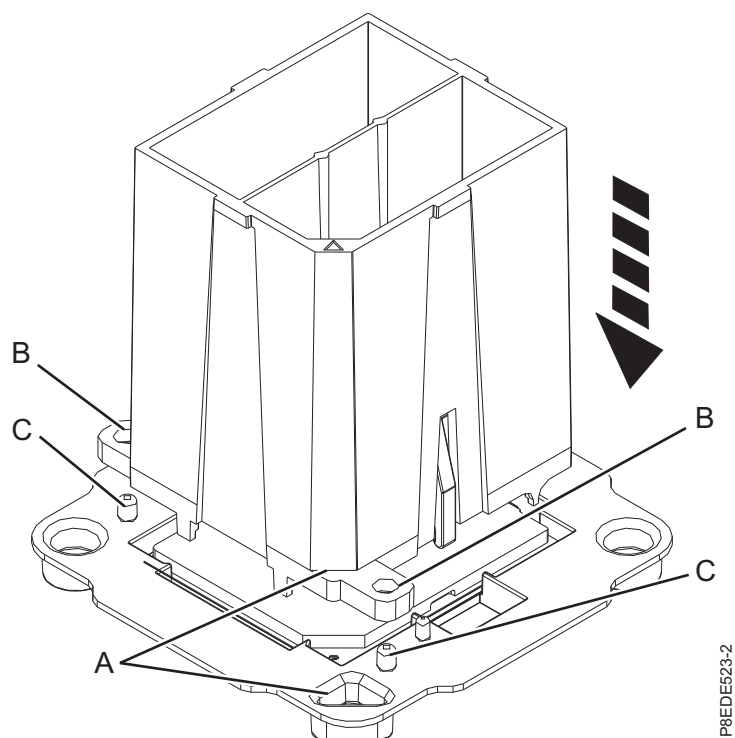
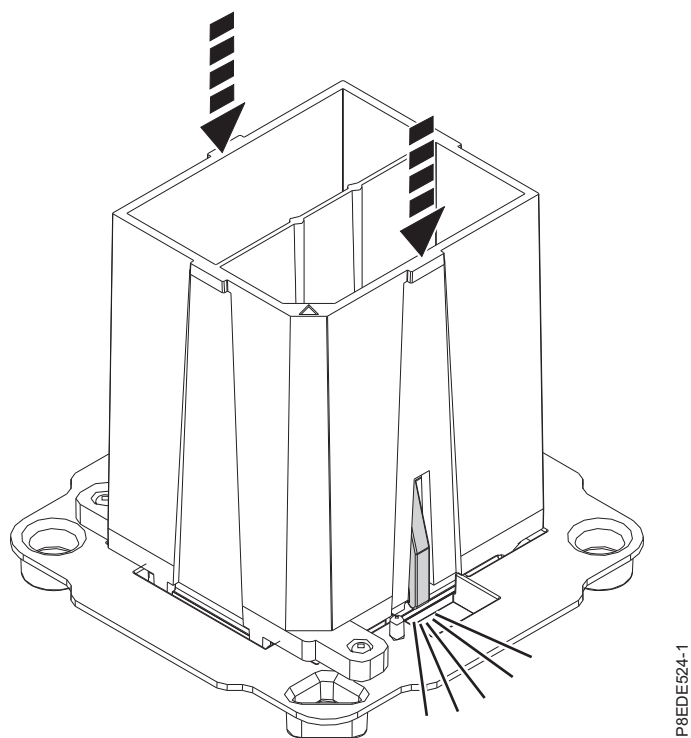

図 95. 取り外しツールの位置合わせ
図 96. システム・プロセッサ・モジュールをツールにロック
- a. 交換用プロセッサ・モジュールを配送用トレイから取り外します。提供されている取り外しツール (部品番号 01AF101) を使用して、ツールの斜めになっている隅 (A) を、斜めになっている隅に位置合わせします (89 ページの図 95 を参照)。
- b. 2 つのガイド・ピン (C) がツールの両側にある位置合わせ穴 (B) に差し込まれることを確認して、ツールをシステム・プロセッサ・モジュールの上に下ろします (89 ページの図 95 を参照)。次に、ツールを押し下げて、システム・プロセッサ・モジュールをツールにロックします (89 ページの図 96 を参照)。指示があるまで青色のリリース・タブを押さないでください。